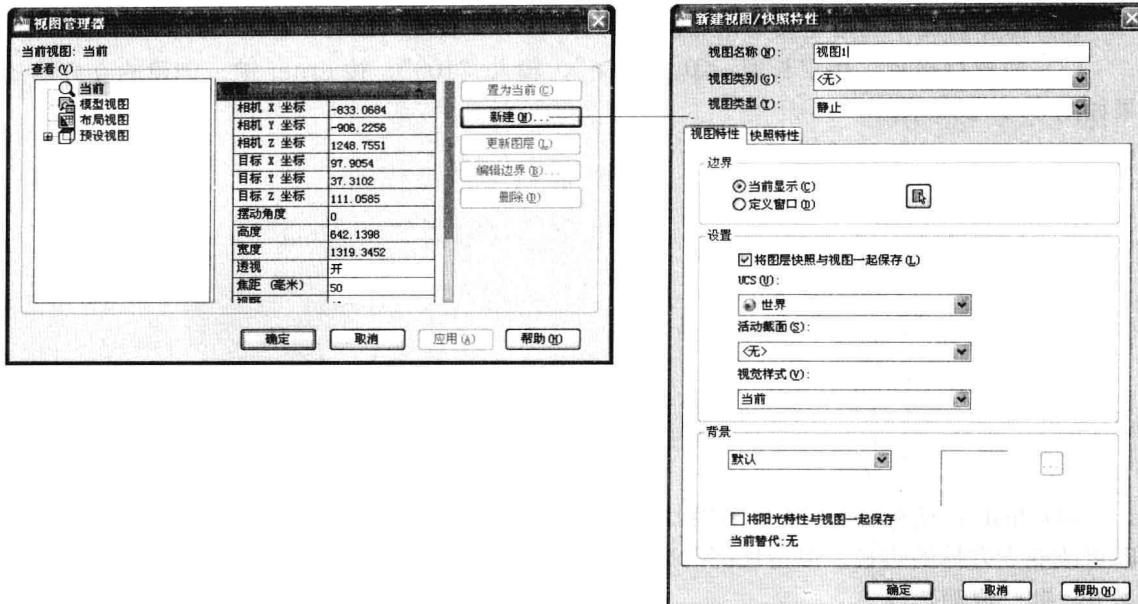
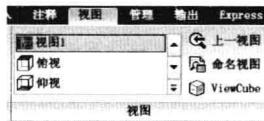

图 8-1-14
图 8-1-15
(2) 在“视图”面板中单击“命名视图”，打开“视图管理器”，单击“新建视图”按钮，打开“新建视图/快照特性”对话框，输入视图名称“视图 1”，视图边界选择“当前显示”，即使用当前的显示作为新视图，单击“确定”按钮，如图 8-1-14 所示。
(4) 在“导航”面板中单击“动态观察”按钮，调节模型的观察角度，按 Enter 键结束操作。
(5) 在“视图”面板中单击“视图 1”，如图 8-1-15 所示，视口即可启用该名称的视图来观察模型。